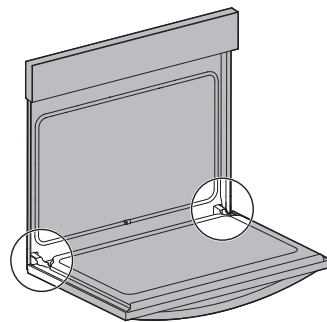

Figure 18: Emplacement de la charnière de la porte
1. Ouvrez complètement la porte du four, parallèlement au sol (Figure 18).
3. Ouvrez complètement la porte du four (parallèlement au sol (Figure 18).
4. Poussez les verrous des charnières de droite et de gauche vers le haut et dans le cadre du four jusqu'à ce qu'ils soient en position verrouillée (Figure 18).